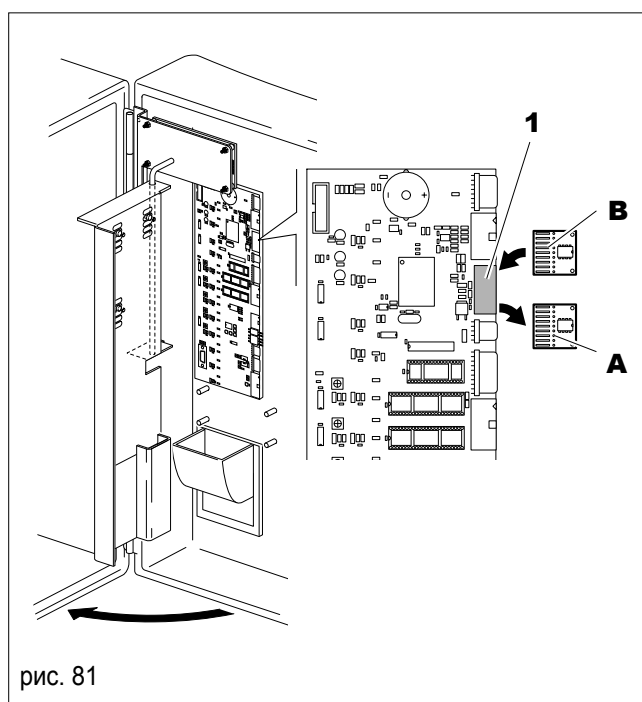

рис. 81
Ключ подключается в тот же разъем на плате как и национальный ключ (**1**, рис. 81).
- Вытащите нац. ключ (**A**, рис. 81) из платы;
- Вставьте ключ перепрограммирования (**B**, рис. 81).